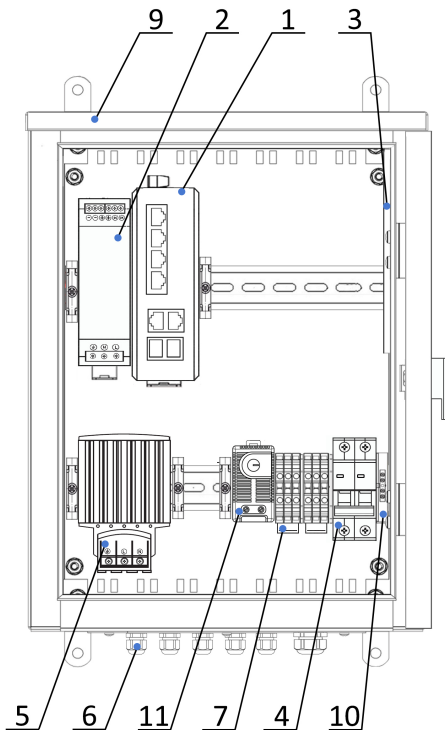

Рис. 1
### СОСТАВ ИЗДЕЛИЯ (СМ. РИС.1)
1. Заземлить изделие при помощи зажима наборного 10 (рис.1).
5. Подключить кабель питания к входу автомата питания 4 (рис.1).